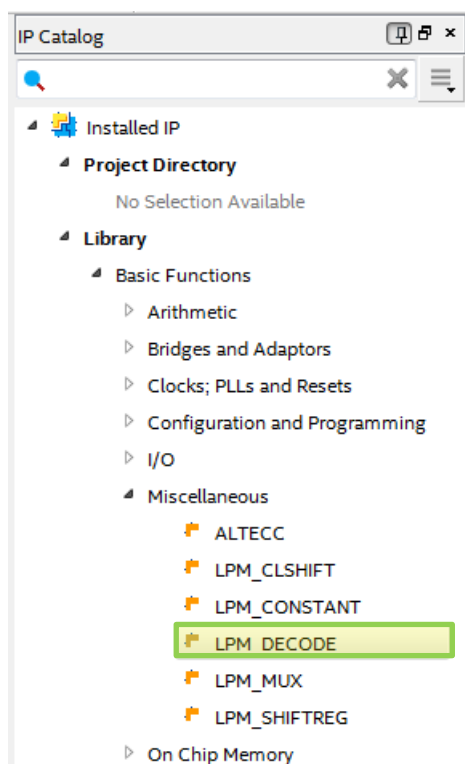

Рис. 20 Окно **IP Catalog**
4.9. В окне **IP Catalog** в разделе **Library->Basic Functions->Miscellaneous** выберите мегафункцию **LPM_DECODE** (рис. 20) и нажмите кнопку **«+ADD»**,